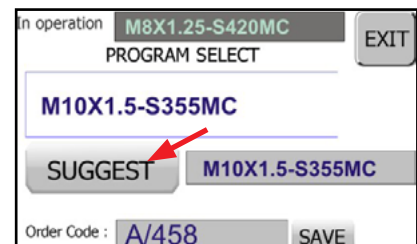

ABB. 6
- "Suggest" drücken (Abb. 6). Der Name des Programms, das vorgeschlagen wurde, erscheint nun in der Box neben dem "SUGGEST" Button. Gleichzeitig wird es auf dem Bildschirm der Steuereinheit angezeigt. Neben dem Programmvorschlag gibt es auch die Möglichkeit, einen Programmauftrag zu generieren, indem man diesen in die Box "Order Code" (Abb. 6) eingibt und diesen mit SAVE bestätigt.